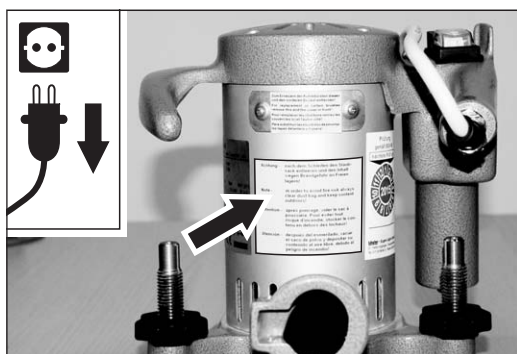

Abb. 29 Den Warnhinweis am Motorgehäuse beachten!
- **Beachten Sie den Warnhinweis am Motorgehäuse (Abb. 29)!**